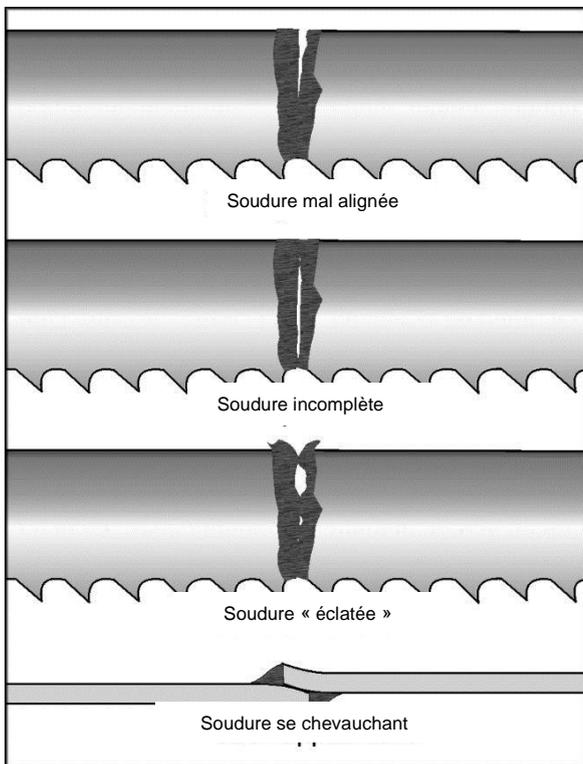

Figure 19
9. Retirer la lame des mâchoires et la contrôler minutieusement. L'espacement des dents doit être uniforme et la soudure doit se situer au centre du creux de dent. Un défaut d'alignement peut être facilement constaté à ce stade par l'aspect de la soudure. Des exemples de soudures incorrectes sont illustrés en Figure 19.